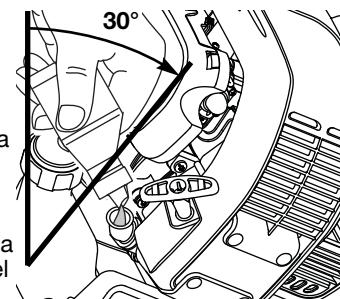

Fig. 11
- Incline la unidad 30° (Fig. 11).
- Vierta todo el contenido de la botella de aceite en el cigüeñal (Fig. 11).